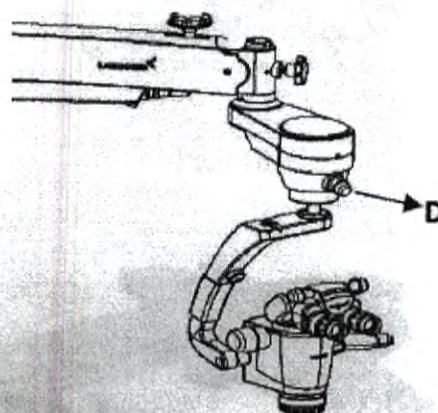

Рис. 14
Ручка регулировки интенсивности света (D) расположена на передней части наклонного плеча. Яркость поля обзора может быть отрегулирована по желанию при помощи ручки регулировки интенсивности света, смотрите рисунок 14.